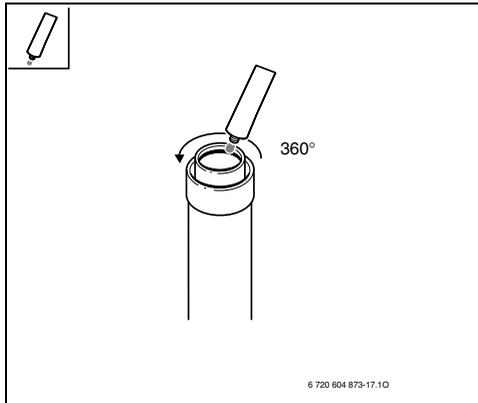

Fig. 35
▶Aplicar um pouco de gordura isenta de solvente (p.ex. vaselina) no vedante no lado B do escape (Fig. 35).